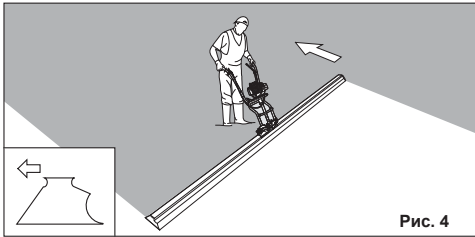

Рис. 4
Работа виброрейки Easy Screed Pro (см. рис. 4 и 5)
1. Виброрейка Easy Screed-Pro в действии как свободный выравниватель (сторона свободного выравнивания – в направлении стрелки) (см. рис. 4)